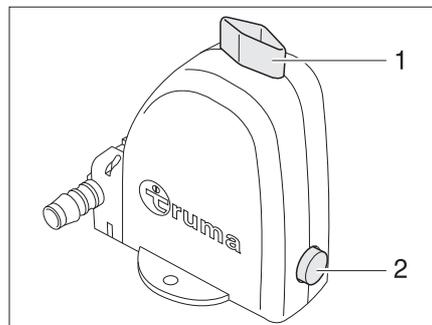

Bild 67 Sicherheits-/Ablassventil des Boilers
Der Boiler ist mit einem Sicherheits-/Ablassventil (Bild 67) ausgestattet. Das Sicherheits-/Ablassventil verhindert, dass das Wasser im Boiler einfriert, wenn bei Frost die Heizung nicht eingeschaltet ist. Das Sicherheits-/Ablassventil ist bei der Heizung oder in den Bodenstauflächen unter dem Tisch verbaut.
- Sicherheits-/Ablassventil schließen. Dazu den Drehknopf (Bild 67,1) quer zum Sicherheits-/Ablassventil drehen und den Druckknopf (Bild 67,2) hineindrücken.
- Sicherheits-/Ablassventil öffnen. Dazu den Drehknopf (Bild 67,1) längs zum Sicherheits-/Ablassventil drehen. Der Druckknopf (Bild 67,2) springt heraus. Der Boiler wird über das Sicherheits-/Ablassventil nach außen entleert.